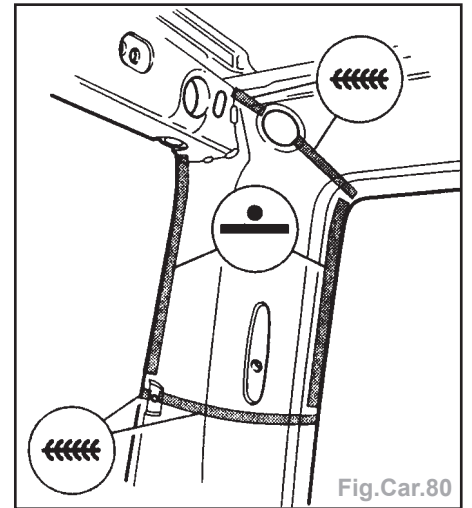

Fig.Car.80
- Souder la tôle intérieure à la pointeuse électrique (Fig.Car.80).